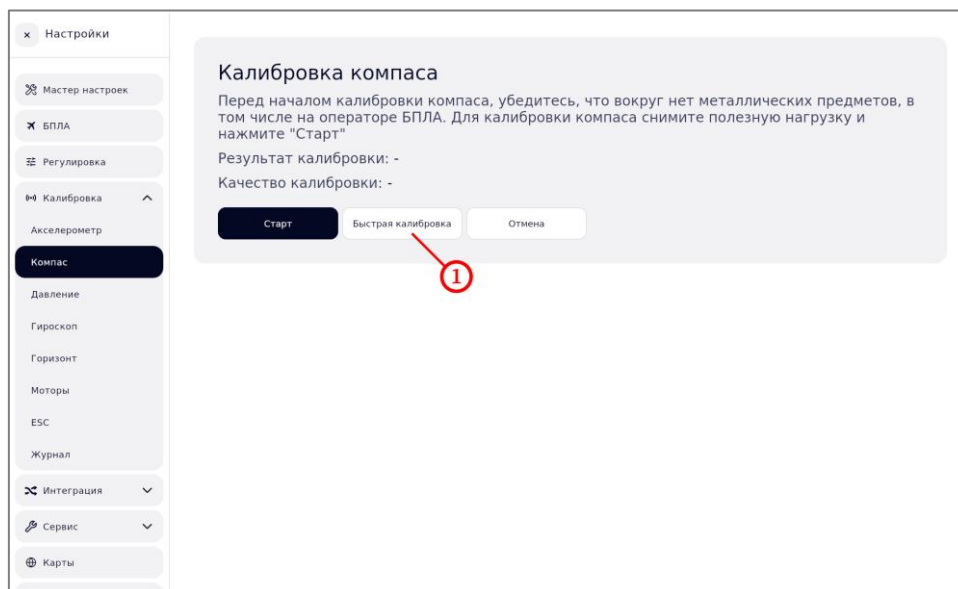

Рисунок 46 – Выполнение быстрой калибровки
2. Нажать на кнопку «Быстрая калибровка» (рисунок 46, шаг 1). Калибровка выполнится автоматически.